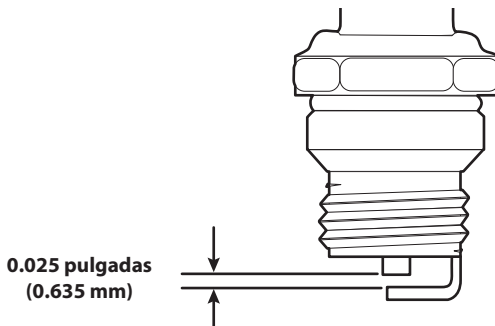

Fig. 29
4. Use un calibrador de separación para ajustar una separación de aire de **0.025 pulgadas (0.635 mm)** (Fig. 29).